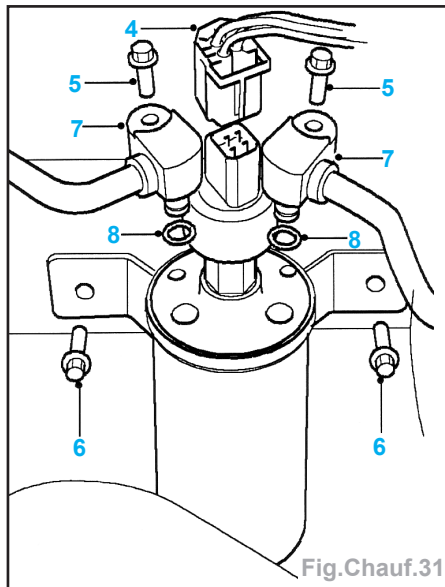

Fig. Chauff.31
- Dégager la fiche (4) multibroches du manocontact ternaire (Fig. Chauff.31).
- les 2 boulons (5) des raccords union de tuyau,
- les 2 boulons (6) du support du réservoir / déshydrateur.